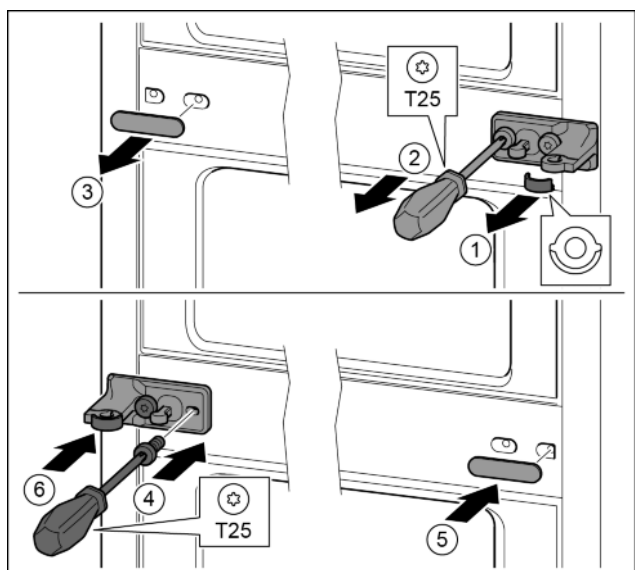

Fig. 28
- ▶ Enlever la rondelle. Fig. 28 (1)
- ▶ Desserrer les vis avec le tournevis T25. Fig. 28 (2)
- ▶ Enlever délicatement le cache. *Fig. 28 (3)*
- ▶ Visser fermement le support de palier avec film tourné de 180° de l'autre côté. *Fig. 28 (4)*
- ▶ Poser le cache tourné de 180° de l'autre côté. *Fig. 28 (5)*
- ▶ Enfiler la rondelle par devant. *Fig. 28 (6)*